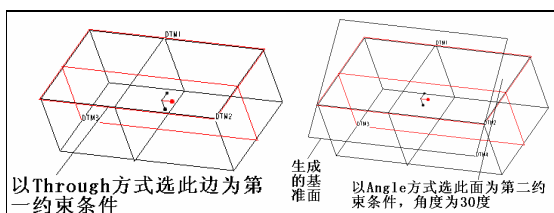

图1-2 以【Through】方式生成基准面
- 【Through】：用于生成通过特征表面或者特征边缘线的基准面。当以特征表面为参考时，特征表面必须为平面，在此基础上，只需选择特征表面即可生成；当生成通过特征边缘线的基准面时，特征边缘线必须为二维平面线而不可以是三维线。同时，在选择完边缘线后，还需要制定第 2 个约束条件才能完成基准面的生成。第 2 个约束条件可以从其他生成基准面的方法中选择，比如【Angle】角度或者【Tangent】相切，如图 1-2 所示。